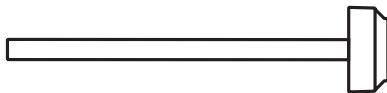

Figure 4: Chargeur ■ Afbeelding 4: Inbrenghulpmiddel
■ Abbildung 4: Aufnahmeverrichtung